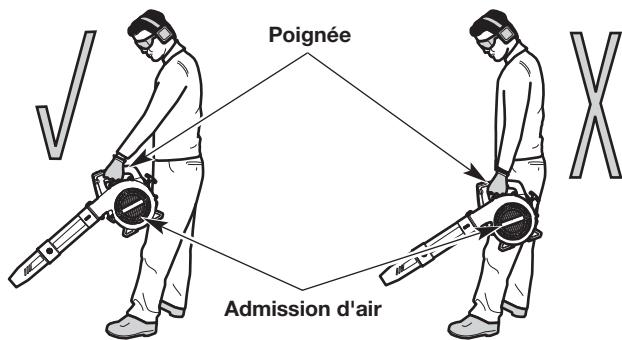

Fig. 6
- Placez-vous en position d'utilisation (Fig. 6). Tenez-vous bien droit. Ne vous penchez pas.
- Maintenez l'appareil devant votre corps et éloigné de celui-ci (Fig. 6).
**WARNING:** Pour prévenir les blessures graves ou les dommages à l'appareil, **NE** maintenez **PAS** l'appareil à vos côtés (Fig. 6). Le moteur peut être très chaud. **NE PAS** bloquer l'entrée d'air.